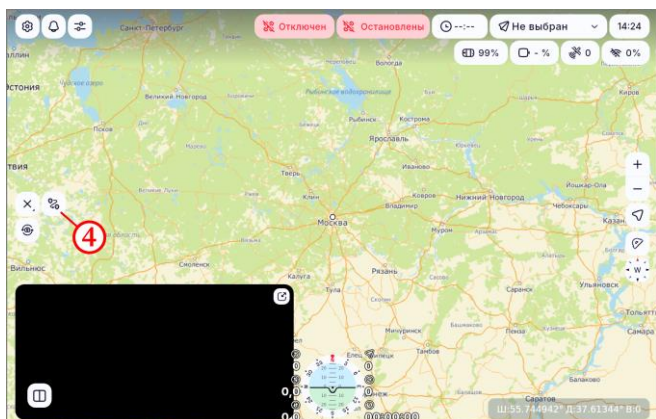

Рисунок 41
- нажать на кнопку  (рисунок 41, шаг 4);